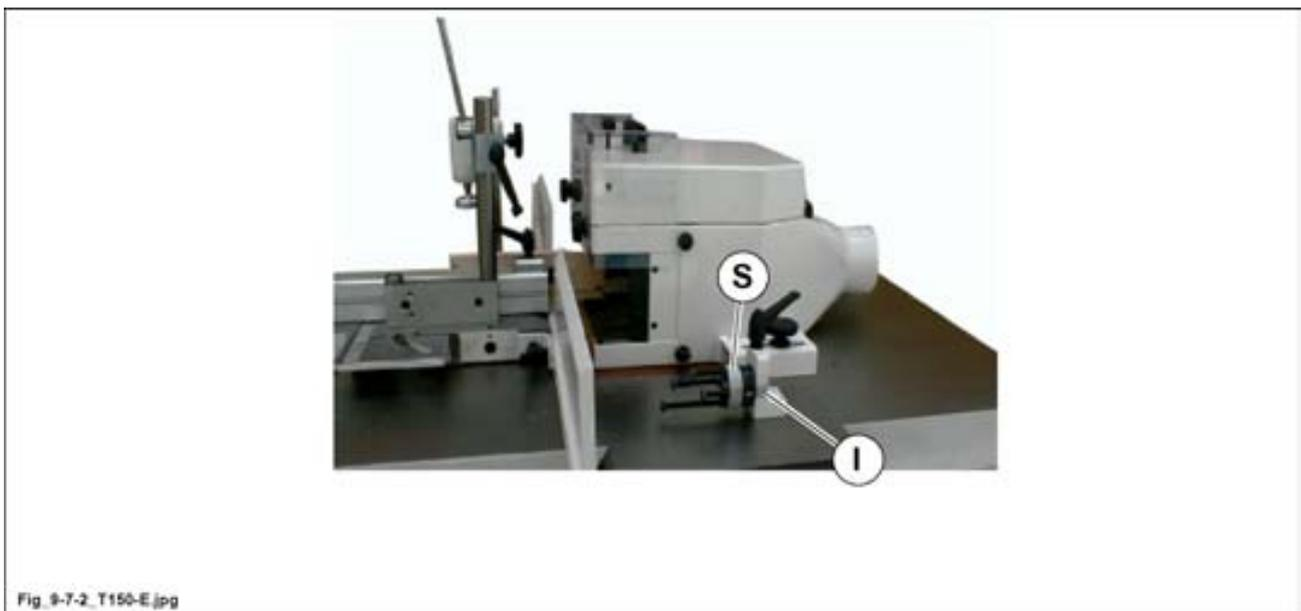

Fig. 9.7-2
- tourner le barillet grâce à la poignée moletée (S fig. 9.7-2) jusqu'à porter la butée souhaitée dans la position toute en haut.
- le numéro de la butée présélectionnée est visualisé par l'index (I fig. 9.7-2) placé sur le support.